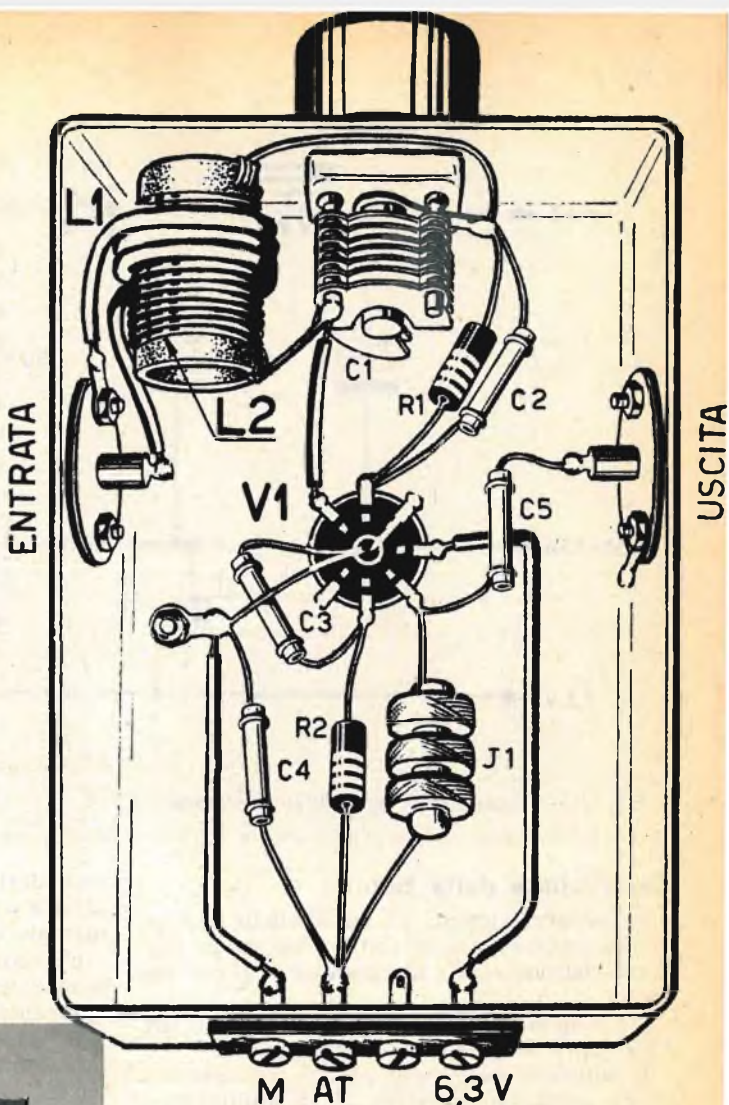

Fig. 3 - Schema pratico del preselettore.
**Fig. 3 - Un vecchio copertone d'auto si presta ottimamente come basamento per un faro per ragazzi. Il trattamento del copertone e le particolarità di costruzione sono descritte nell'articolo.**
A tale scopo prendete un'assicella di legno, praticatevi due fori vicini ed abbastanza larghi da potervi introdurre le due provette ed inchiodate l'assicella su due pezzi di legno (fig. 3).